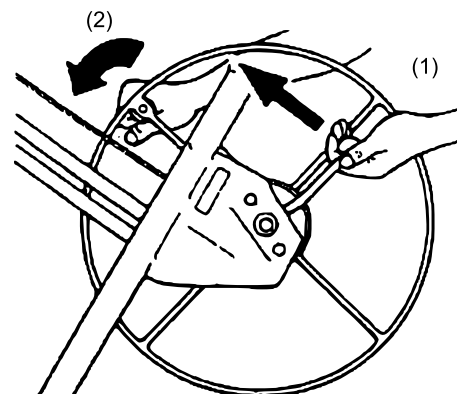

Abbildung 2
- a. Halten Sie das Windenrad und den Bremshebel wie in Abb. 2 dargestellt (1). Das Windenrad vorsichtig vorwärts drehen (2), dabei langsam den Bremshebel und damit die Bremse lösen.